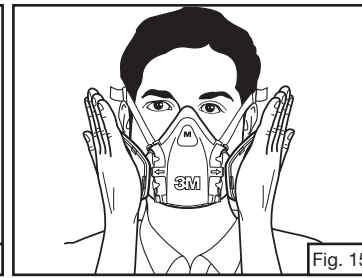

Fig. 15
1. Coloque as palmas das mãos para cobrir a face do cartucho ou área aberta do Retentor de Filtro 3M™ 501 *(07054), quando o retentor estiver preso ao cartucho, para restringir o fluxo de ar (Fig. 15).